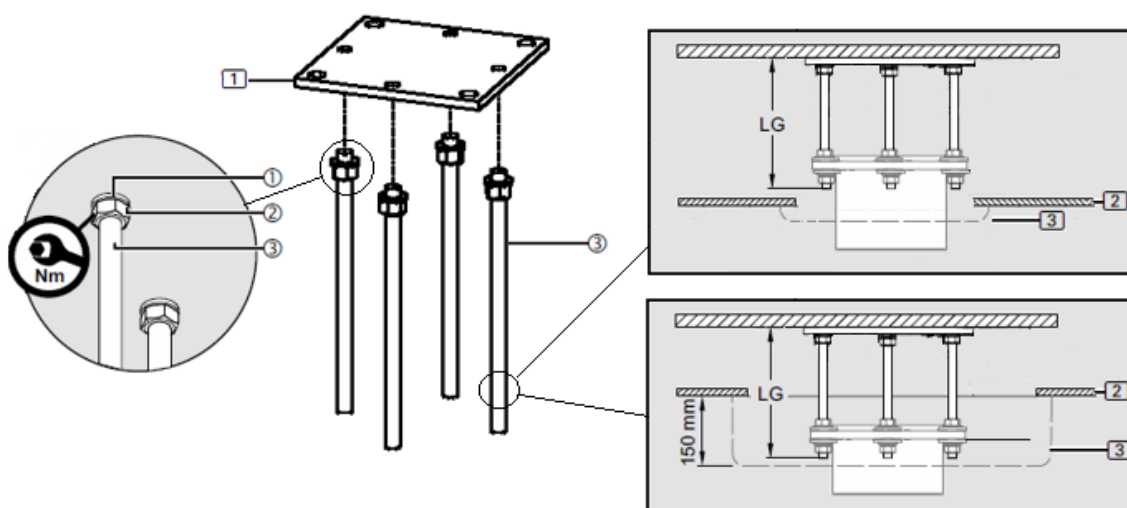

Fig. 19 Installation de la plaque d'interface dans une pièce avec faux plafond
Il existe deux configurations différentes si un tuyau de descente est installé dans une pièce avec un faux plafond. Une possibilité est que la distance entre le sol et le faux plafond couvre complètement la longueur LG des boulons filetés ③, dans ce cas une garniture de plafond plate d'une hauteur de 10mm est fournie comme indiqué dans la partie supérieure droite de la figure 6. L'autre possibilité est que la distance entre le sol et le faux plafond n'est pas suffisante pour une installation correcte et le passage de l'alimentation en énergie, dans ce cas une garniture de 150mm de hauteur peut être commandée (en option) comme indiqué dans la partie inférieure droite de la figure 19.
- Coupez les boulons filetés M16 x 350 mm ③ à la longueur voulue si nécessaire.
- La garniture de plafond (3) sera montée ultérieurement en affleurement avec le faux plafond. Elle recouvre la contre-plaque ④.
- Si les boulons filetés M16 x 350 mm ③ ont été coupés, éliminez les bavures pour assurer un engagement maximal du filetage dans la plaque d'interface (1).
- Monter 1 rondelle élastique ① et visser 1 écrou hexagonal M16 ② chacun sur les boulons filetés M16 ③.